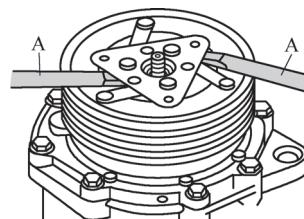

图 5-42 起出离合器盘
- 用两个旋具 A 起出离合器盘；取下调整垫片；用卡簧钳拆下卡簧（图 5-42）。